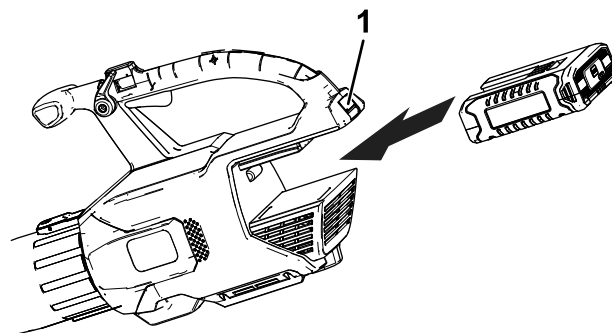

Figur 2
1. Skjut på det nedre röret på blåsarhuset. Du kan behöva trycka ned tappen för att blåsarröret ska låsas fast (Figur 2).